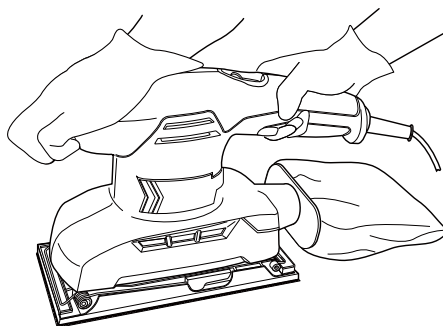

Fig. 18
> Sujete el producto con una mano en la empuñadura principal (5) y con la otra en la superficie de agarre (2) o en la empuñadura auxiliar (12) (Fig. 18).